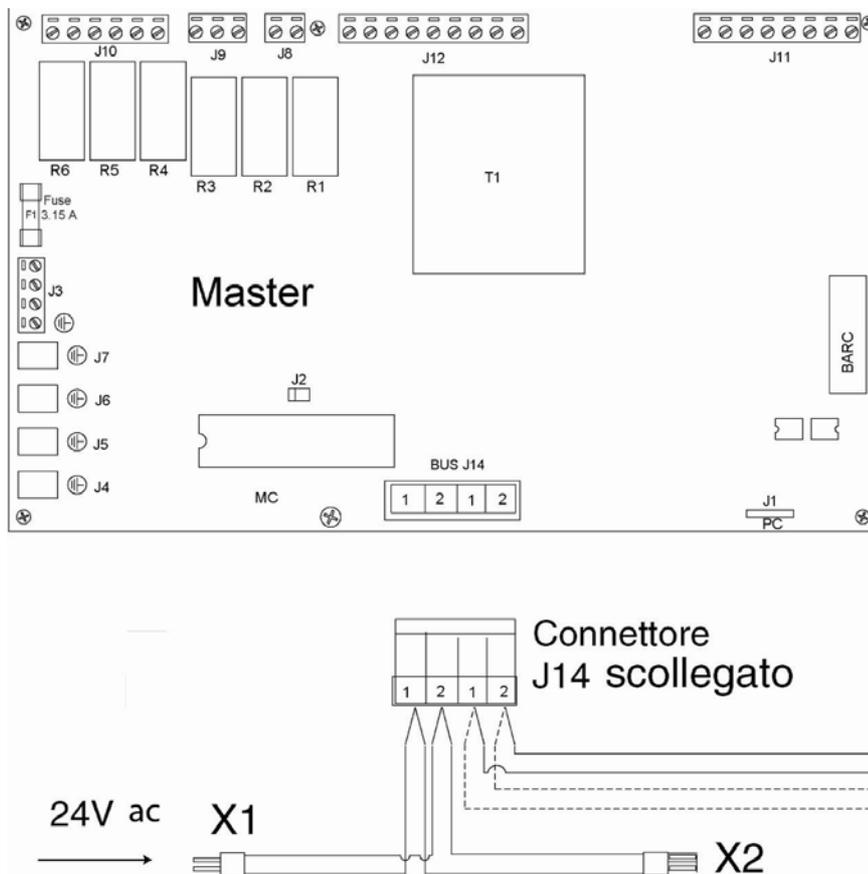

Figura 25
- Il terminale X1 o il terminale X2 che fanno parte del cablaggio del connettore J14 scollegato nel primo passo di questa procedura, deve essere collegato ad un’alimentazione di 24 V ac (Figura 25).